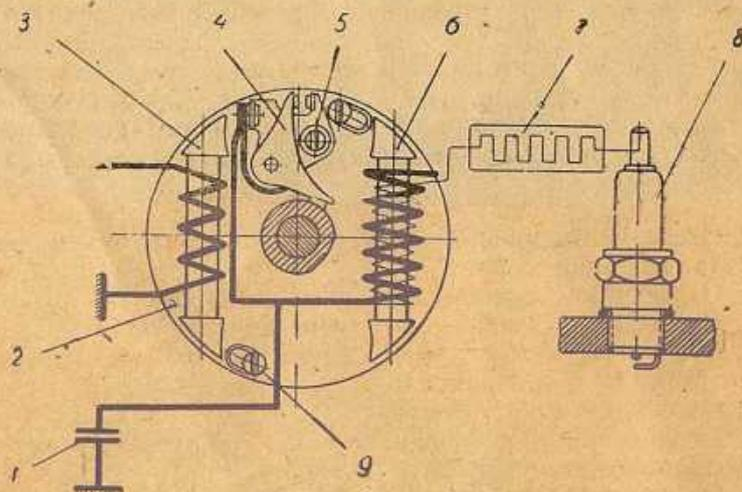

Рис. 6 — Схема зажигания.
Электрооборудование — схема рис. 6 состоит из маховикового магдино модели МГ102 с проводом высокого напряжения, сопротивления СЭ-12 и свеча А7, 5У.
Зазор между контактами прерывателя при положении поршня в ВМТ должно быть 0,35—0,4 мм. Для регулировки зазора следует отвернуть винт 5 (рис. 6), повернуть на необходимый угол рычажок 4 и затянуть винт 5.
2. Ослабить два крепежных винта 9 (рис. 6) крепящих статор магдино 2, и повернуть статор на необходимый угол до начала размыкания контактов.